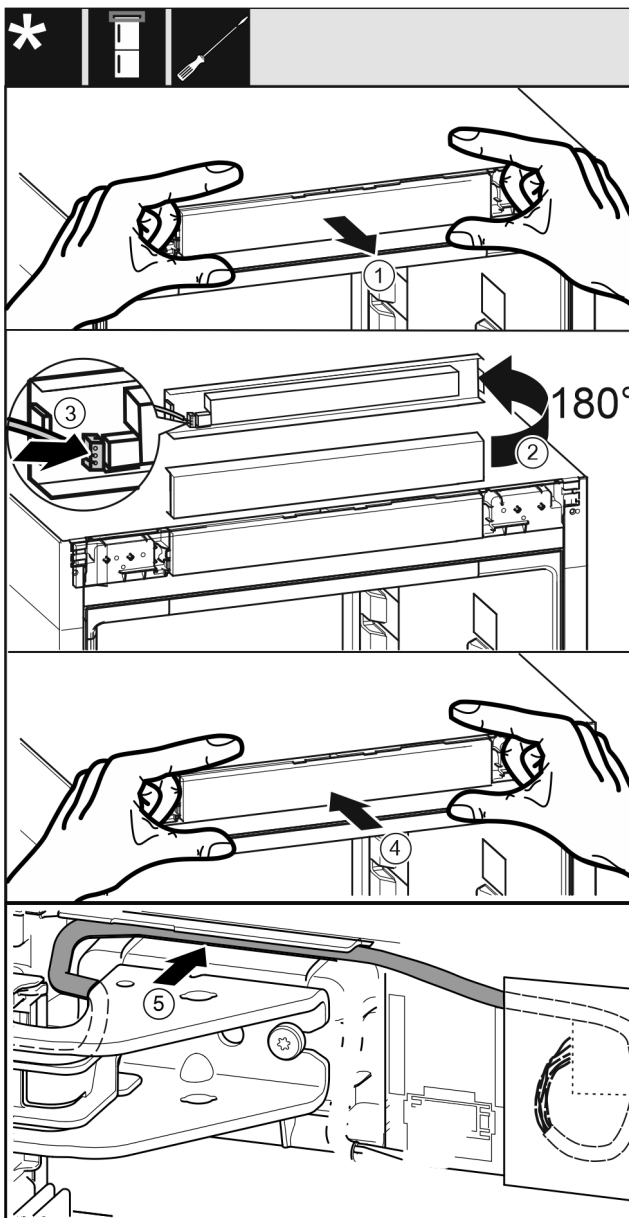

Fig. 38
- ▶ Óvatosan vegye ki a kezelőpanelt Fig. 38 (1).
- ▶ Fordítsa felfelé a kezelőpanelt Fig. 38 (2) 180°-kal.
- ▶ Pattintsa rá a dugót Fig. 38 (3) a kezelőelem paneljére.
- ▶ Pattintsa vissza a kezelőpanelt Fig. 38 (4) a készülékre.
- ▶ Vezesse el óvatosan a kábelt Fig. 38 (5) a felső csapágybak fölötti vezetősínben.